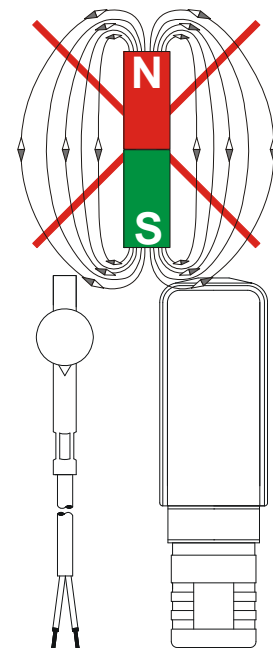

Fig. 4
- Veillez à ce qu'aucun champ magnétique étranger pouvant altérer le fonctionnement de l'appareil ne se trouve à proximité (→ Fig. 4).